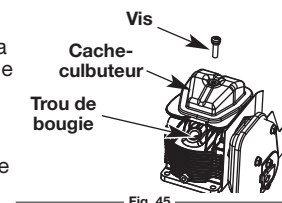

Fig. 45
5. Nettoyez toute saleté autour du cache-culbuteur. Retirez la vis retenant le cache-culbuteur à l'aide d'un tournevis à lame plate large ou à mèche no. T-25 Torx (Fig. 45). Enlevez le cache-culbuteur et le joint.
- Le piston est au sommet de sa course lorsqu'on regarde par le trou de la bougie (Fig. 45)